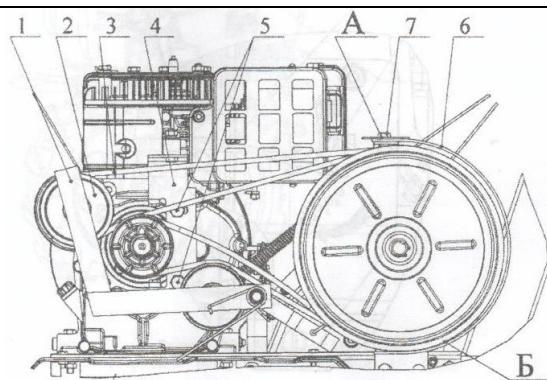

Рис. 10
- Отверните два болта 7 (см. Рис. 10), снимите кожух 6.
- Заведите ремень переднего хода 3 и заднего хода 4 в ручьи шкивов 1 и 6 (см. Рис. 1) и на шкивы переднего и заднего хода 2 (см. Рис. 10).
- Установите кожух шкива 6 и щиток 4, закрывающий ремни. Зазор в зонах А и Б между ремнем и кожухом должен быть 2-3 мм (см. Рис. 10).